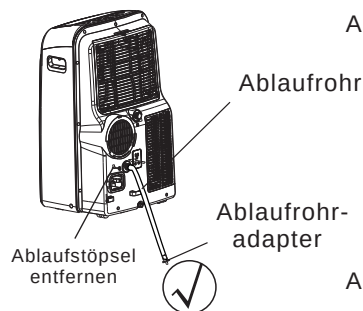

Abb.20b
- Im Wärmepumpe-Modus entfernen Sie den Kondensatablaufstöpsel an der Rückseite des Geräts. Schließen Sie das Anschlussstück (5/8" Anschluss, Innengewinde) an den Schlauch 3/4". Bei Modellen ohne Anschlussstück schließen Sie den Ablaufschlauch direkt an die Öffnung an. Legen Sie das offene Ende des Schlauchs direkt über einem Ablauf Ihres Fußbodens (Abb. 20b).